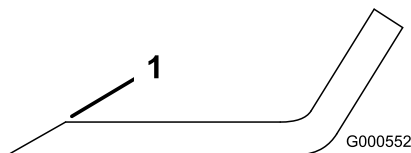
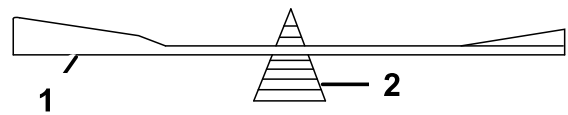

Bild 57
Bild 58
- Schärfen Sie die Schnittkante an beiden Enden des Schnittmessers mit einer Feile (Bild 57). Behalten Sie den ursprünglichen Winkel bei. Das Schnittmesser behält seine Auswuchtung bei, wenn von beiden Schnittkanten die gleiche Materialmenge entfernt wird.
- Überprüfen Sie die Auswuchtung des Schnittmessers auf einer Ausgleichsmaschine (Bild 58). Wenn das Schnittmesser in seiner horizontalen Position bleibt, ist es ausgewuchtet und kann wiederverwendet werden. Feilen Sie, wenn das Schnittmesser nicht ausgewuchtet ist, vom Flügelbereich des Messers etwas Metall ab (Bild 57). Wiederholen Sie diesen Vorgang, bis das Messer ausgewuchtet ist.